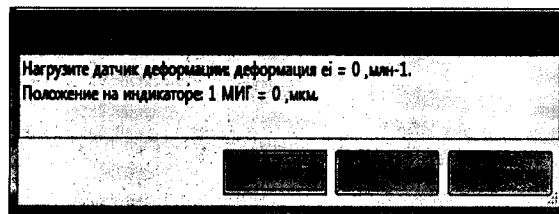

Рис. 24 – Диалог «Определение погрешности измерительных каналов»
4.5.7 Нажать левой кнопкой мыши на кнопку , расположенную на панели управления задачей (рис. 22). После чего на экране появится диалог «Определение погрешности измерительных каналов» (рис. 24).